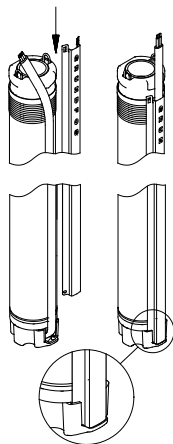

Fig. 6 Positionnement du garde-câble
2. Placer le garde-câble dans la rainure dans la fiche de câble. Les deux oreilles du garde-câble doivent être engagées sur le bord supérieur de la gaine de la pompe, voir la figure 6.